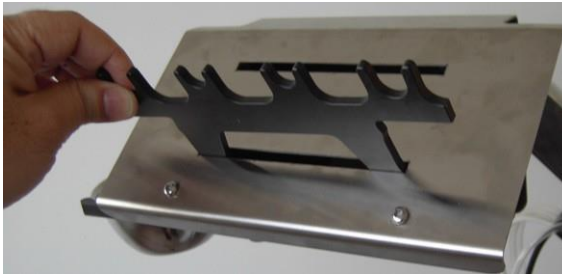

Figure 3-14. Installation du support inférieur de pièce à main
1. Insérez le support inférieur de pièce à main dans la fente inférieure du plateau de pièce à main, comme illustré sur la Figure 3-14.